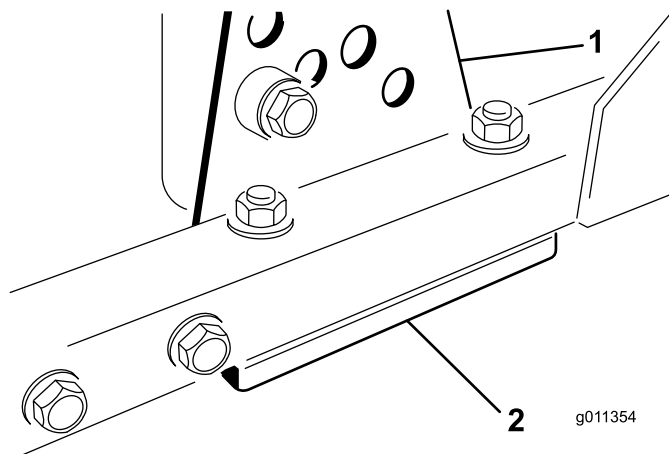

图 83
1. 从滚刀组架上拆除剪草高度支架前、左或右图 83。
2. 在滚刀组架与剪草高度支架之间增、减 1.5mm 薄垫片和/或 0.7mm 薄垫片以达到所需的高度设置图 83。